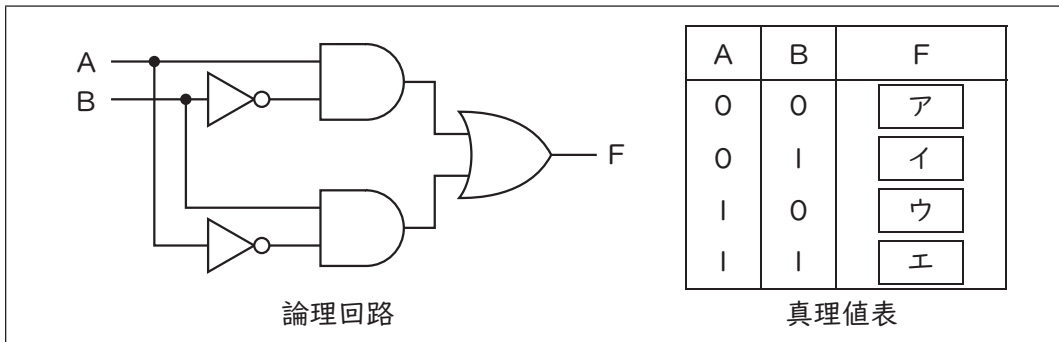

図1
(6) 次の図1に示す論理回路の真理値表中の  ~  に当てはまる値の組合せとして、最も適切なものを1~5から一つ選べ。解答番号は